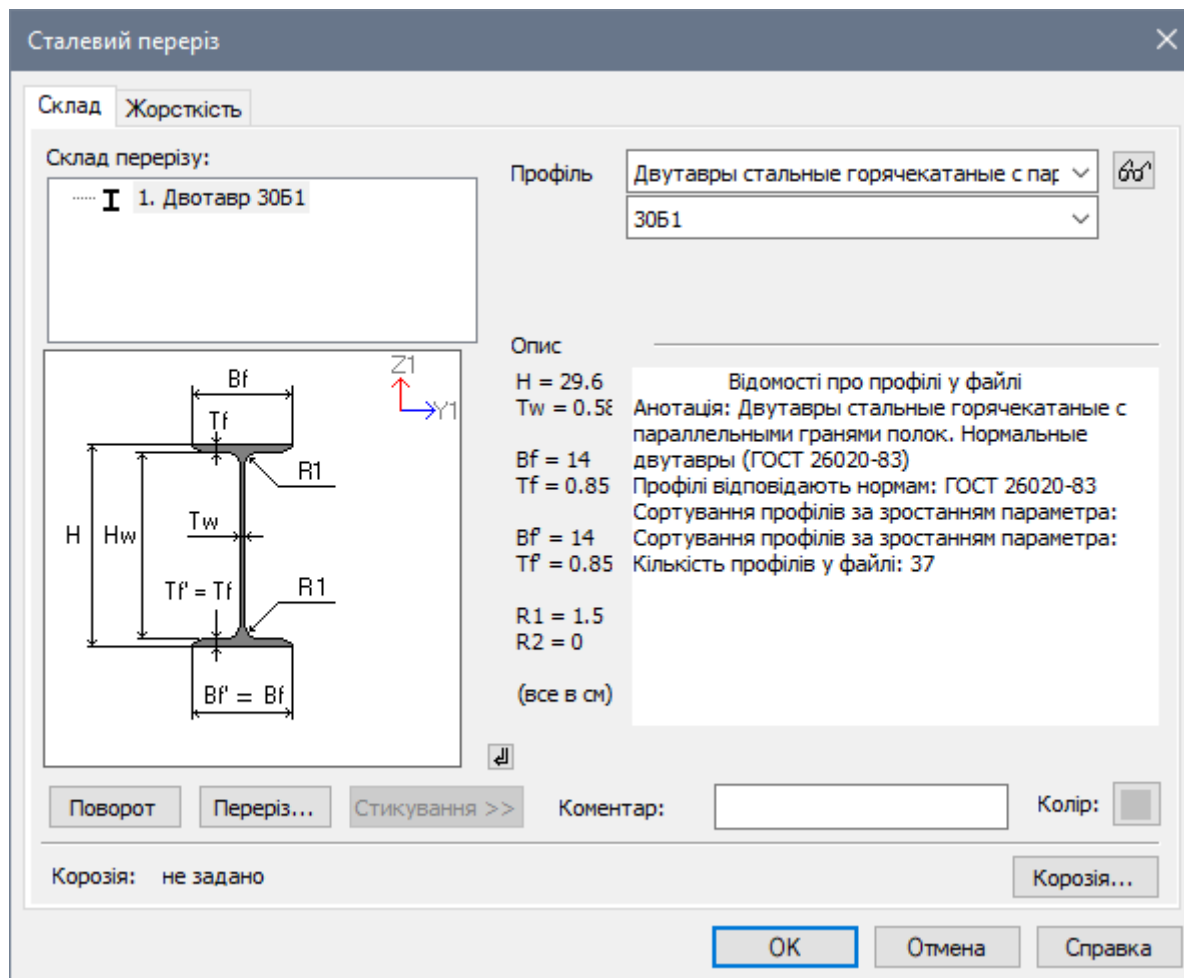

Рис. 4.10. Діалогове вікно Сталевий переріз
- В діалоговому вікні **Сталевий переріз** (рис. 4.10) задайте параметри перерізу **Двотавр** (для балок):